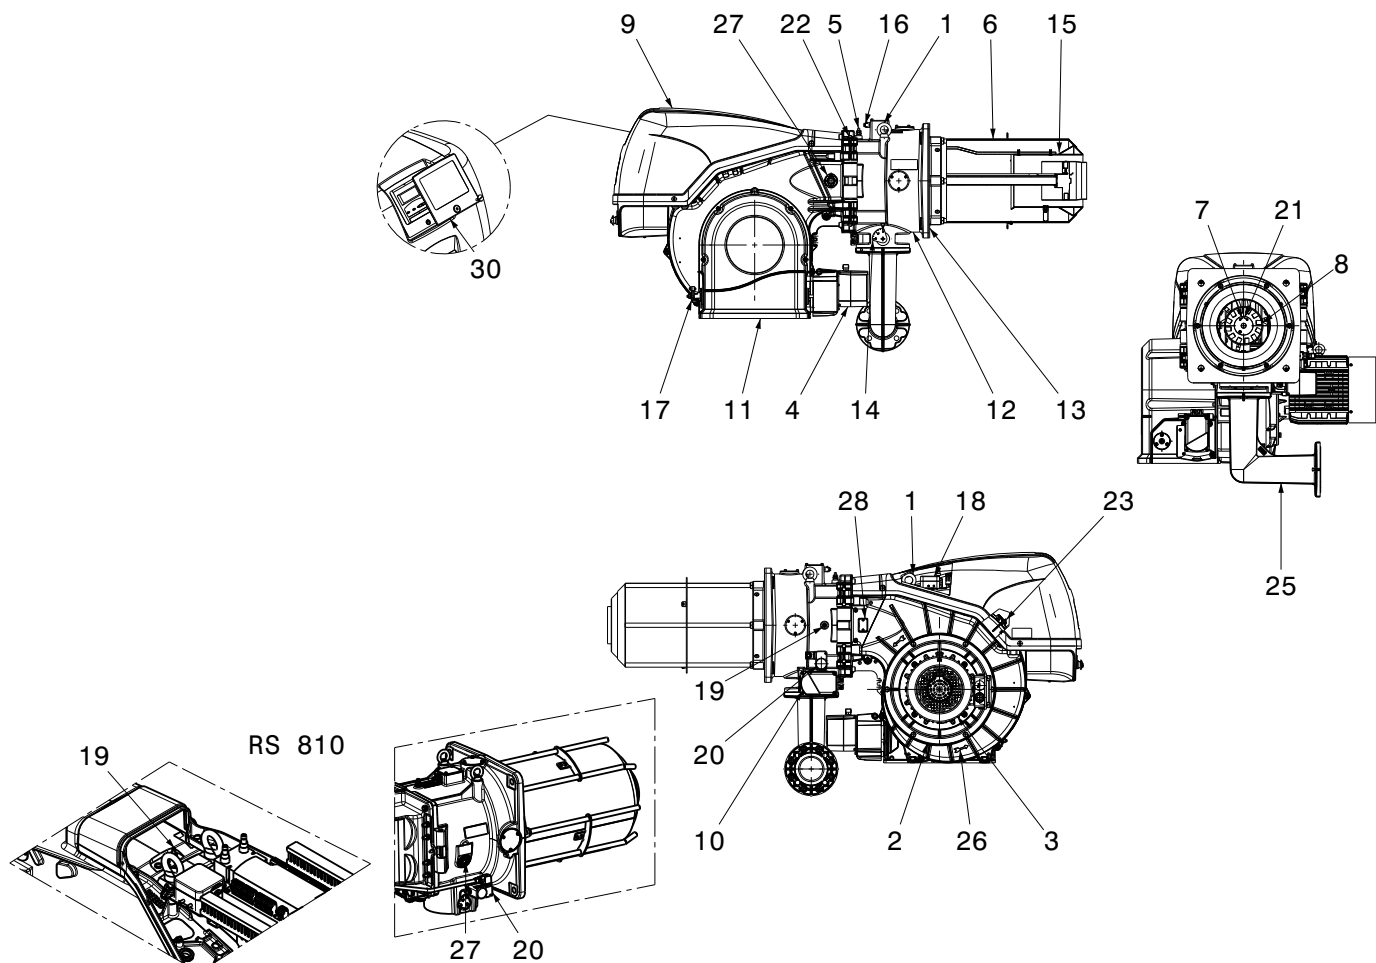

Abb. 5
- (1) Bezugsbedingungen: Raumtemperatur 20 °C - Gastemperatur 15 °C - Barometrischer Druck 1013 mbar - Höhe 0 m ü.d.M.
- (2) Druck am Anschluss 5)(Abb. 5 auf Seite 12) bei Druck Null in Brennkammer und bei maximaler Brennerleistung.
- (3) Schalldruck, im Verbrennungslabor des Herstellers bei laufendem Brenner am Prüfkessel, bei maximaler Leistung gemessen. Die Schallleistung wird mit der von der Norm EN 15036 vorgesehenen „Free Field“-Methode mit der Messgenauigkeit „Accuracy: Category 3“ gemessen, wie von der Norm EN ISO 3746 vorgeschrieben.
den am Brenner installierten Höchstdruckwächter GW 500 (Abb. 5 auf Seite 12) durch den mitgelieferten Druckwächter GW 150 ersetzen.